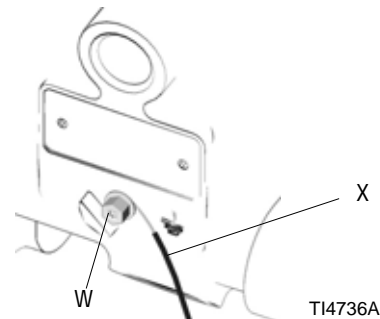

Fig. 1: Collegamento del filo di messa a terra
- *Pompa:* Utilizzare un filo di messa a terra e bloccare come mostrato in FIG. 1. Allentare la vite di messa a terra (W). Inserire un'estremità del filo di messa a terra (X) con sezione minima di 1,5 mm (12 AWG) dietro alla vite di messa a terra e stringere saldamente la vite. Collegare l'altra estremità del morsetto del filo di messa a terra a una terra efficace.